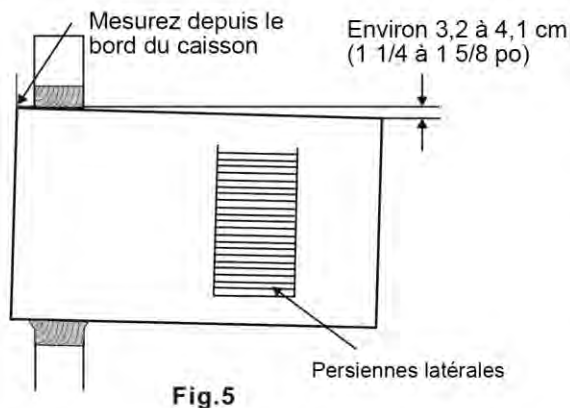

Fig. 5
3. Positionnez le caisson afin d'atteindre une pente adéquate permettant l'écoulement de l'eau. (Voir Fig. 5 ci-dessous.)